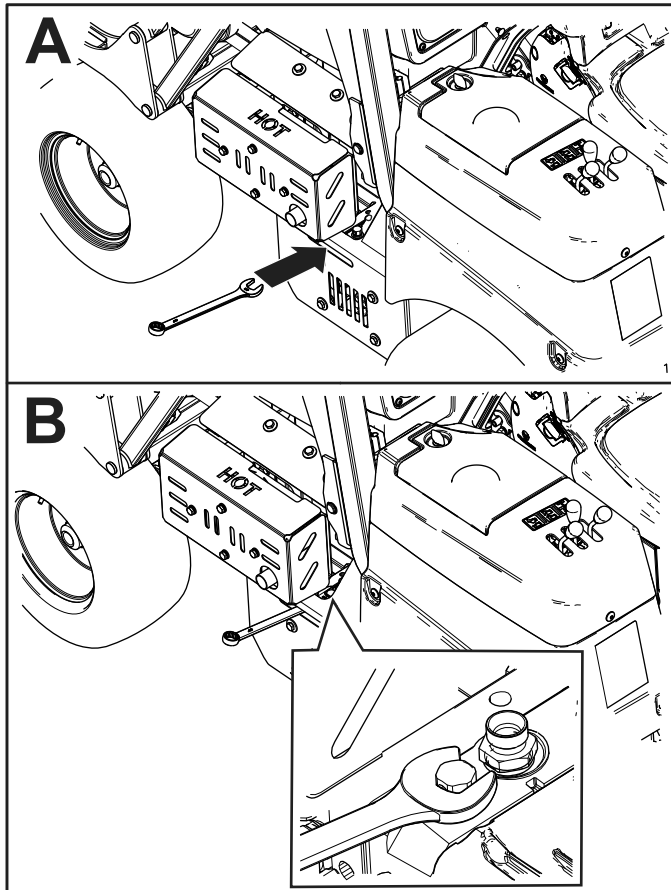

Figura 30
- Es importante llevar una llave de 16 mm mientras se usa la máquina. Utilice la llave para abrir la válvula de desvío si necesita empujar o remolcar la máquina (Figura 30).
1. Localice la válvula de desvío en el lado derecho de la máquina (Figura 30).
2. Con una llave de 16 mm, gire el mando de control 3 giros en sentido antihorario (Figura 30).
1. Localice el mando de la válvula de desvío, en el lado izquierdo de la bomba hidráulica (Figura 30).
2. Con una llave de 16 mm, gire el mando de control (Figura 30) en sentido horario hasta